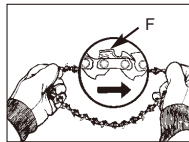

Fig. 3D
7. Lägg ut kedjan med kedjans skäreggar (F) vända i ROTATIONSRIKTNINGEN (Fig. 3D).